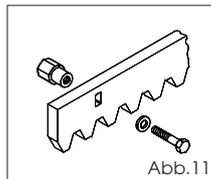

Abb. 11
5.4.1. Zahnstange aus Stahl zum Anschweißen (Abb. 11)